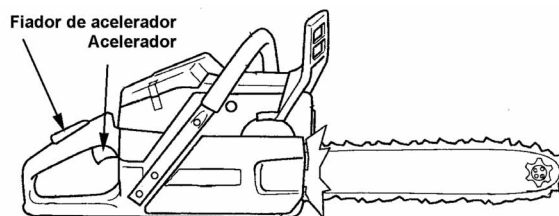

FIG. 011
- Fiador de cadena - bloquea la cadena si se desacelera. **FIG. 011**